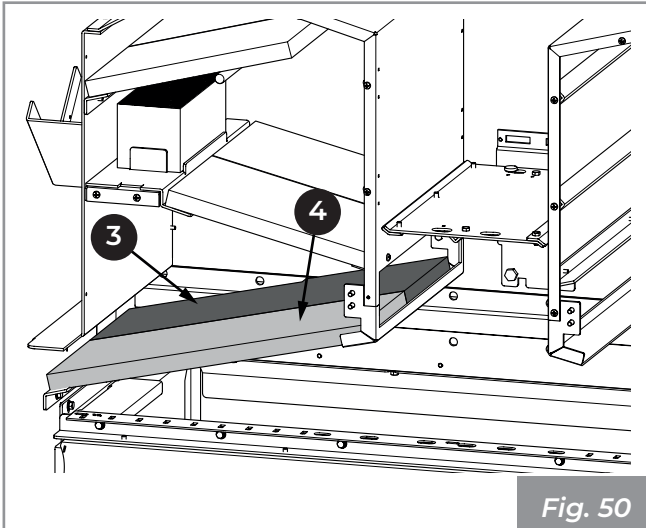

Fig. 50
**4)** Retirar y extraer los paneles (4 y 3) (Fig. 50).